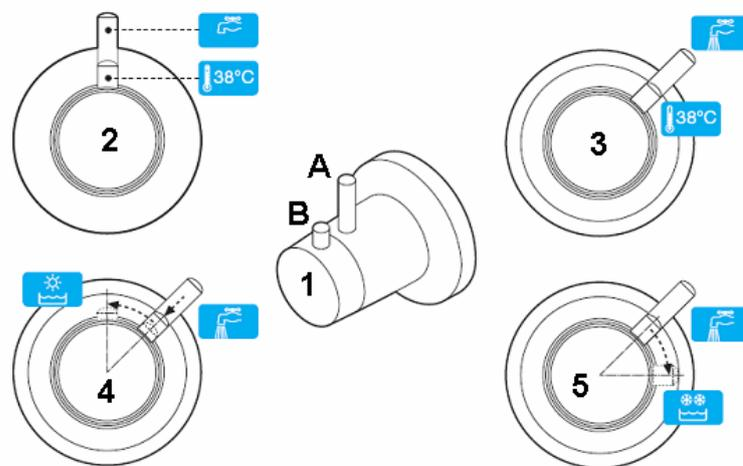

Fig.1
- 2- Colocar los mandos en su posición inicial, ver fig.1-foto2
- 1- Abrir el agua y girar el mando del termostático a la derecha, (agua fría) al mismo tiempo se comprueba la temperatura según Fig.1.
- 1- Abrir el agua y girar el mando del termostático (a la izquierda, agua caliente), al mismo tiempo se comprueba la temperatura del agua, Fig.1.